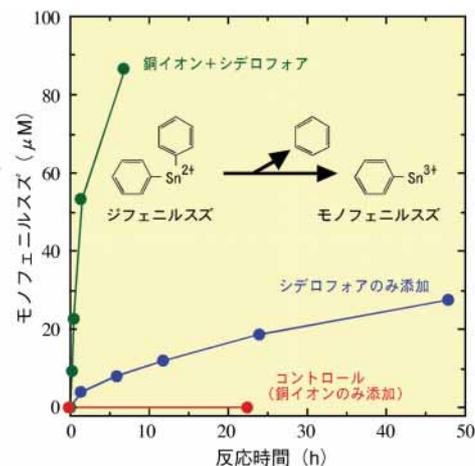

図2 ペプチド性シデロフォアによるジフェニルスズの分解
シデロフォアの有機スズ分解触媒としての特徴を検討した結果、①本反応は、常温、中性域で進行すること、②シデロフォア中の鉄キレート残基が有機スズ分解に関与すること、③銅イオンなどの添加によって分解活性が促進されること（図2）、などが明らかにされた。特に銅イオンは、シデロフォアと結合した状態で有機スズ分解に関与することが示唆され、その反応メカニズムは興味深い。